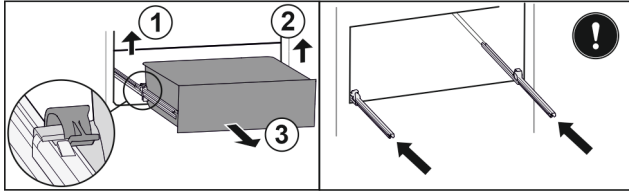

Fig. 101
- ▶ Løft venstre klemme og trekk samtidig skuffen fremover til venstre. Fig. 101 (1)
- ▶ Løft høyre klemme og trekk samtidig skuffen fremover til høyre. Fig. 101 (2)
- ▶ Ta ut skuffen framover. Fig. 101 (3)